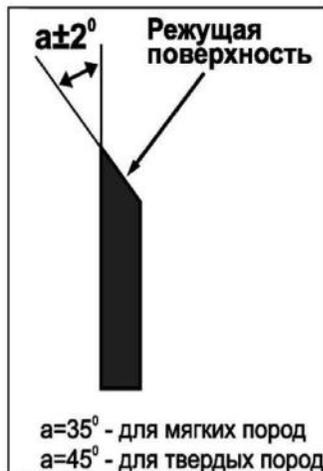

Рис. 30
- Угол заточки обоих ножей должен быть одинаковым (См. Рис. 30).